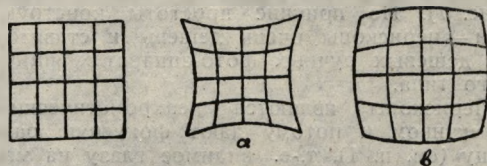

Рис. 10. Дисторсия — выгибание прямых линий изображения внутрь (а) или наружу (б)
1. Она искажает изображение в том смысле, что прямые линии по краям снимка искривляются, выгибаясь внутрь или наружу (рис. 10), это свойство называется *дисторсией*. По этой причине простые объективы непригодны для репродукции чертежей и пр., а также для съемки зданий и для других съемок, при которых требуется правильная передача природы.